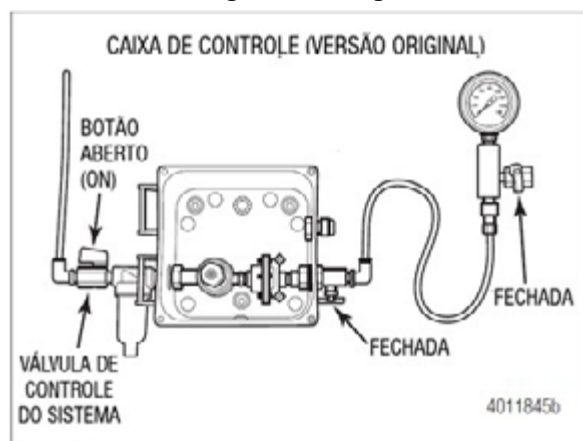
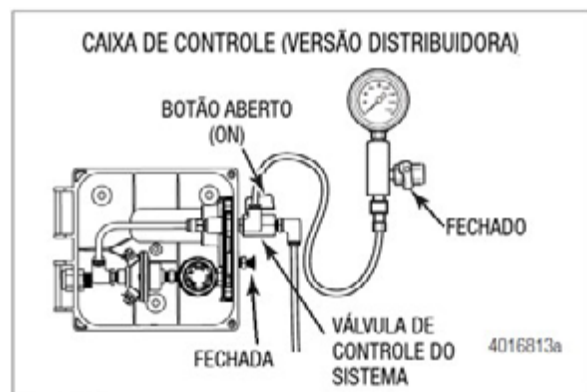

Figura 3.15
Figura 3.16
5. Gire a válvula da linha de fornecimento para a posição ABERTA. Isso permite que o ar carregue o sistema da caixa de controle. Figura 3.15 e Figura 3.16.